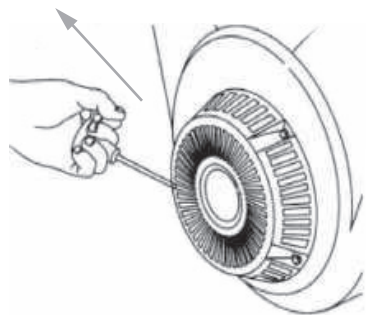

Рис. 1. Трос ручного стартера
5. Плавно вытянуть до упора трос ручного стартера за ручку (см. рис.1) и вернуть в исходное положение.